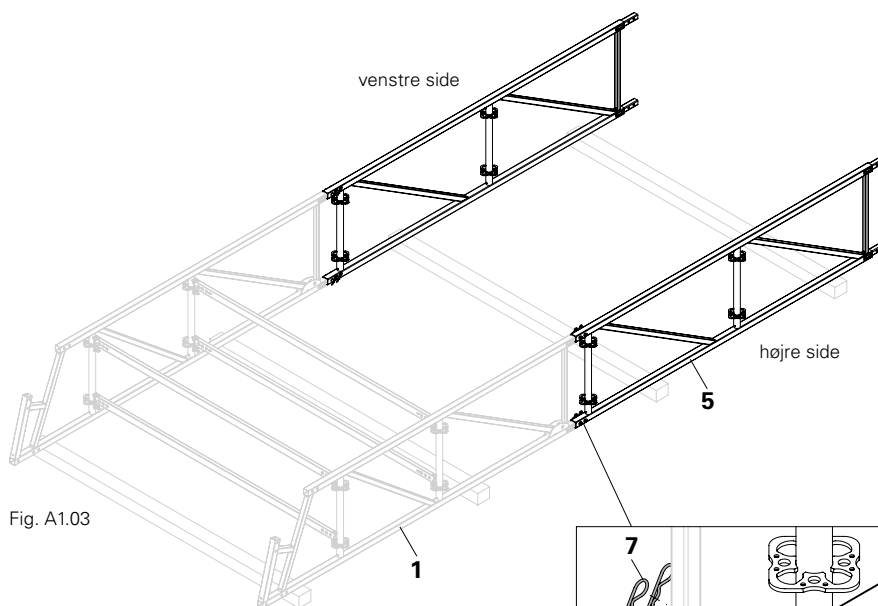

Fig. A1.03
1. Skub standarddragernes rør (**5**) i tappen på tagfodsdrager. (Fig. A1.03)